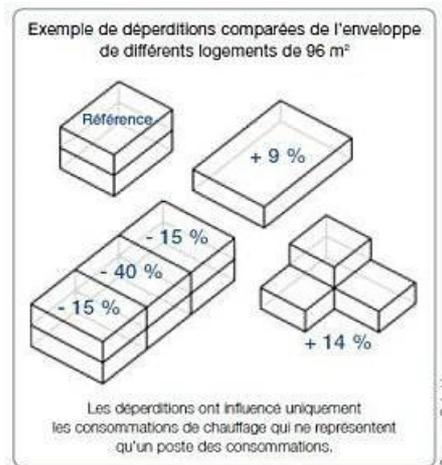

Figure 9 : Principe de compacité et déperdition énergétique.
- Une explication générale sur les principes de base d'un habitat bioclimatique : compacité (Fig. 9) et ouverture au sud